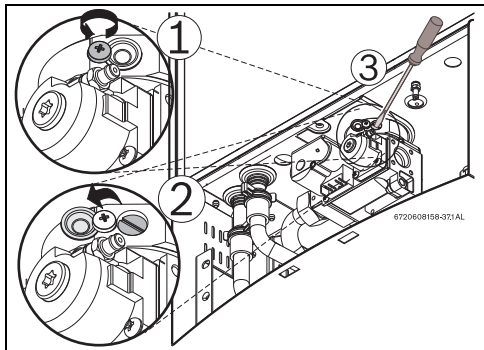

Fig. 40 Ajuste de CO2 en modo P1
- ▶ Aflojar el tornillo Philips con pintura amarilla de precintado (Fig.40, pos.1) y mover la tapa de protección (Fig.40, pos. 2), de manera a que se haga visible el tornillo de afinación.
- Colocar la tapa de protección en la posición inicial y apretar el tornillo Philips, Fig.40.